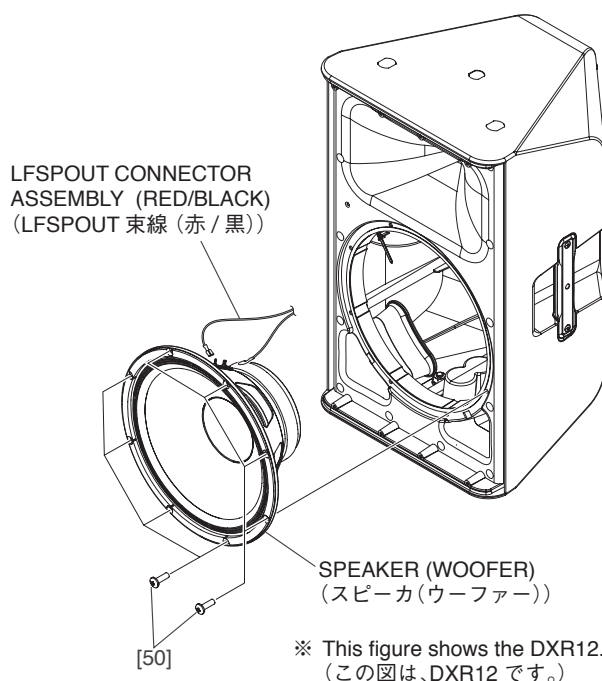
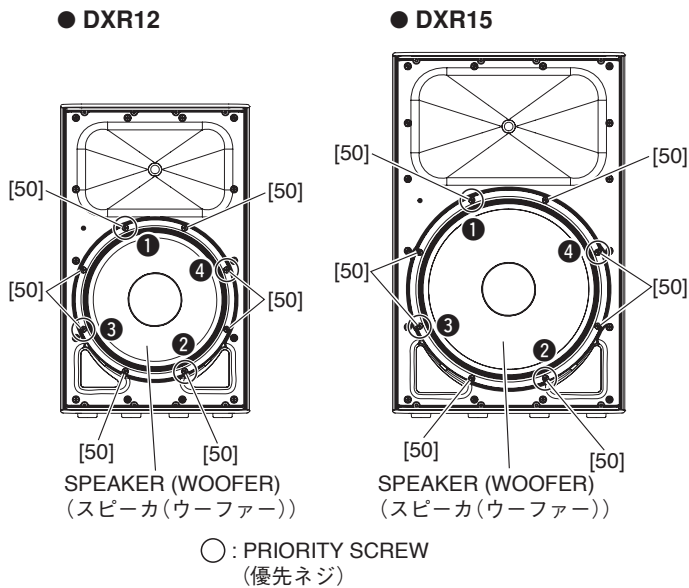
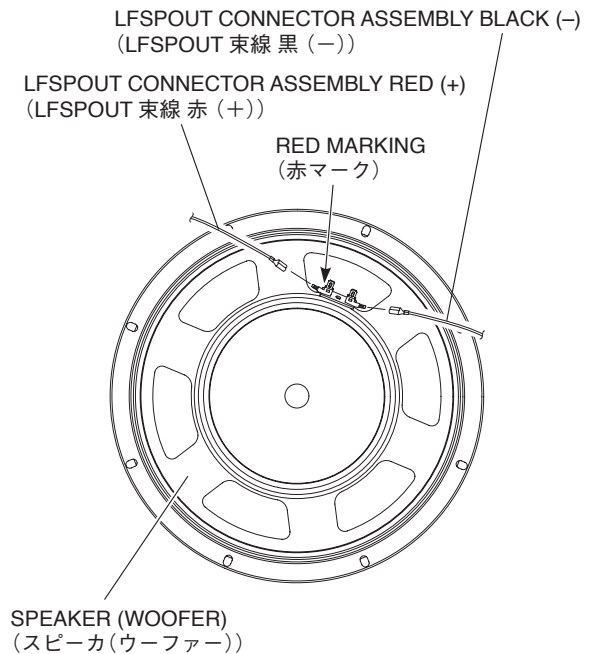

Fig. B-2 (図B-2)
Fig. B-3 (図B-3)
Fig. B-4 (図B-4)
B-2-2 Remove the eight (8) screws marked [50]. The speaker (woofer) can then be removed. (Fig. B-2, Fig. B-3)
- * **When installing the speaker (woofer), first tighten the four (4) priority screws in order as shown in Fig. B-3.**
B-2-3 Remove the LFSPOUT connector assembly (red/black) attached to the speaker (woofer) terminal. (Fig. B-2, Fig. B-4)
B-2-2 [50] のネジ 8 本を外して、スピーカ (ウーファー) を外します。(図 B-2、図 B-3)
- ※ スピーカ (ウーファー) を取り付けるときは、優先ネジ 4 本を図に示す順番で先に締めてください。(図 B-3)
B-2-3 スピーカ (ウーファー) 端子に取り付けられている LFSPOUT 束線 (赤/黒) を外します。(図 B-2、図 B-4)